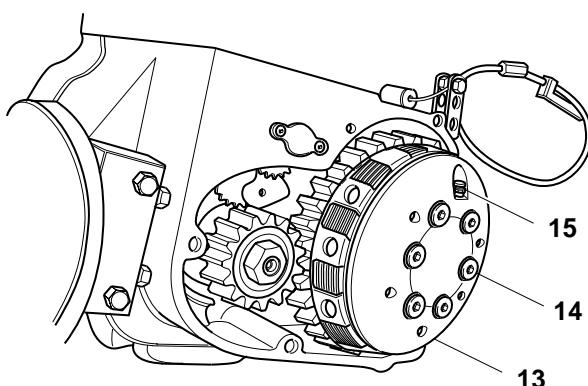

Fig. 43
8.Montare il piatto spingidisco "13" con l'avvertenza di lubrificare il foro interno in cui lavora il pistone (Fig. 43). Inserire le molle frizione con relativi scodellini e viti "14", bloccarli e procedere allo spurgo del sistema idraulico attraverso la vite "15".
8. To install the pressure plate" 13" with lubricating the inside hole in which works the piston (Fig.43). To place the clutch spring with relative caps and pins " 14". Tightening the caps and pins them proceeding to discharge of hydraulic system through the screw " 15".
8. Druckteller "13" einbauen nach Schmieren der Innenbohrung, in der Öffnung der Kolben arbeitet(Abb.43). Kupplungsfeder mit betreffenden Tellern und Schrauben "14" einsetzen, dann sie blockieren und das Hydrauliksystem durch Schraube "15" ausleeren.
8. Monter le plateau "13" après avoir lubrifié le trou intérieur dans lequel le piston travaille (fig.43). Insérer les ressorts embrayage avec relatives cuvettes et vis "14", bloquer, puis purger le système hydraulique à travers la vis "15".